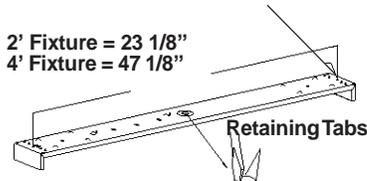

Figure 2
4. Position fixture with 2" hole diameter over junction box and Mark location of 7/32" mounting holes. **See Fig. 2.**
4. **Posicione la instalación con orificios de 2 in de diámetro** sobre la caja de unión y marque la ubicación de los orificios de montaje de 7/32 in. **Consulte la Fig. 2.**